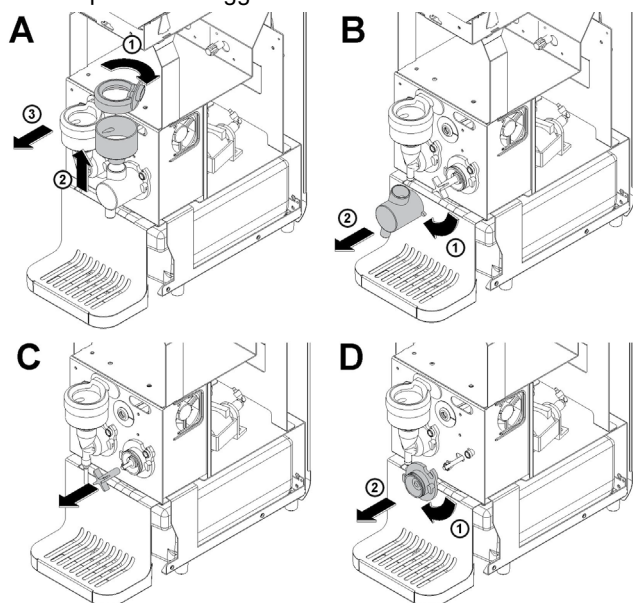

figura 8
- 5 Per smontare i miscelatori procedere come segue (vedere figura 8):
1 Rimontare i gruppi di miscelazione con sequenza inversa rispetto a quella descritta nel capitolo precedente (vedere figura 8).